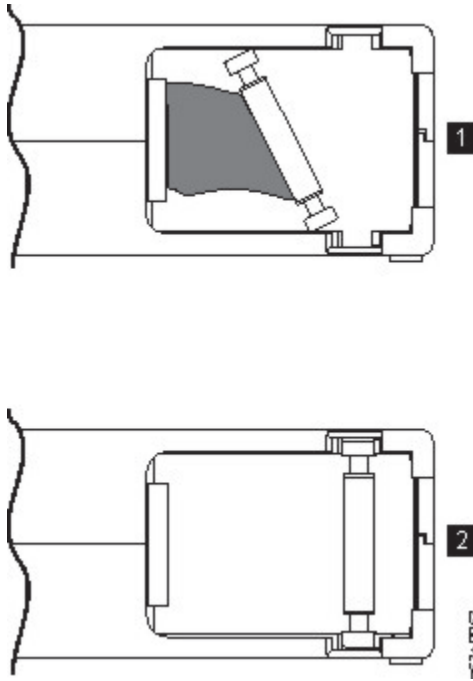

Figure 102. Leader pin in the incorrect and correct positions
- Compruebe que el eje de guía esté correctamente colocado (consulte **2** en Figure 102 en la página 230).
- No deje que se caiga el cartucho. Si el cartucho se cae, deslice hacia atrás la tapa del cartucho y asegúrese de que la patilla principal esté correctamente ajustada en las bridas de retención de patillas. Consulte **2** en Figure 102 en la página 230. Si la patilla principal se desaloja, vaya a “Repositioning or reattaching a leader pin” en la página 229.
Improper placement of leader pin. See Figure 102 on page 230.
A leader pin that is improperly seated inside a cartridge interferes with the operation of the drive. Figure 102 on page 230 shows a leader pin in the incorrect **1** and correct **2** positions.